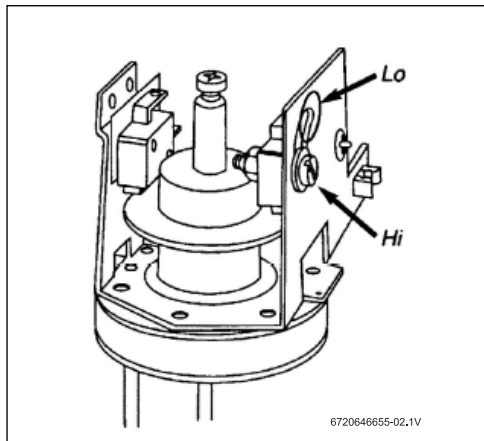

Fig. 5 Sélecteur d'alimentation
- ▶ Régler le sélecteur d'alimentation (Fig. 5) sur le réglage souhaité. S'il est réglé sur LO (Bas), une seule résistance fonctionne et la puissance sera diminuée de moitié. → Voir le Table 4 , page 7 pour connaître la hausse de la température selon le débit. Lorsque le sélecteur est réglé sur HI (Haut), les deux résistances fonctionnent et le débit sera à pleine puissance. Au moment du réglage du sélecteur d'alimentation, vérifier que la vis est bien vissée à fond jusqu'en butée.
Le sélecteur d'alimentation n'est pas vissé jusqu'en butée sur " HI "	Régler correctement le sélecteur sur " HI ", voir Fig. 5 .